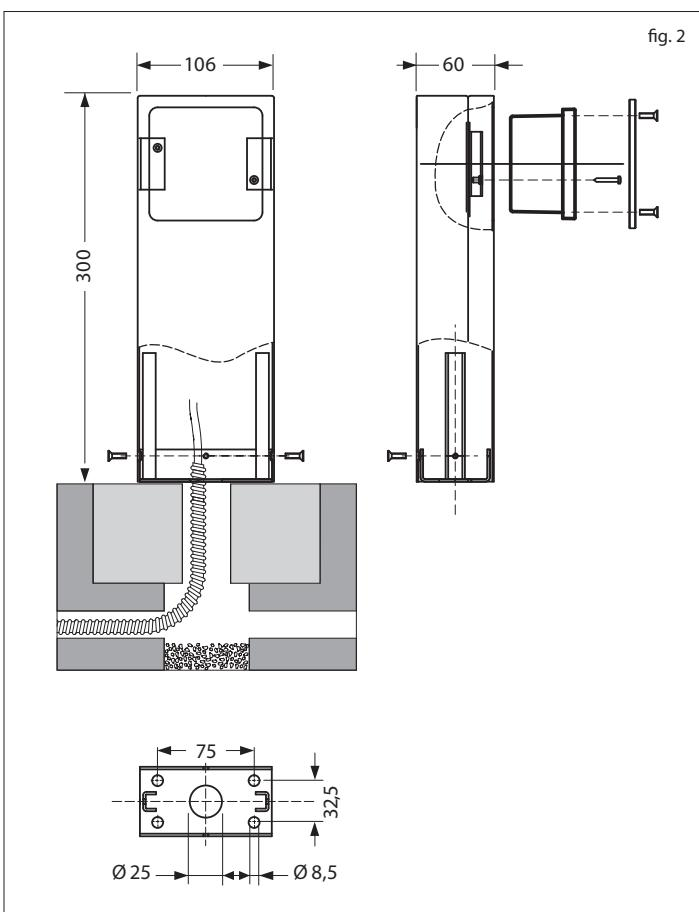

fig. 2
- Fixer l'appareil à la colonne comme indiqué sur la fig. 2 en utilisant les éléments fournis.